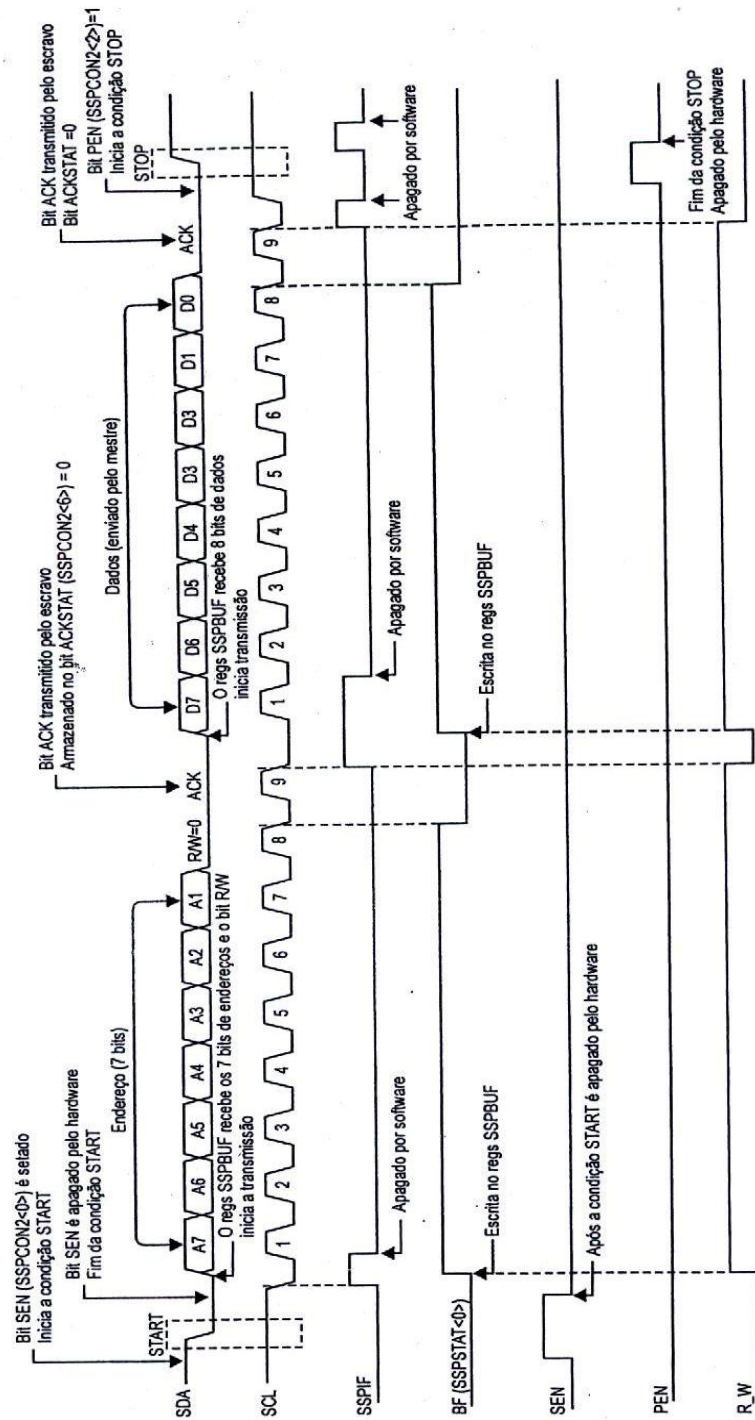

Figura 8.25: Temporização I²C modo Mestre na transmissão e endereço de 7 bits.
Depois de gerada a condição START ou Re_START, o byte a ser transmitido deve ser armazenado no registro SSPBUF e logo após, transferido para o registro de deslocamento SSPSR de onde os bits são colocados, um a um, na linha SDA. No momento em que o registro SSPBUF recebe o dado a ser transmitido, é acionado o circuito gerador de clock. Para cada bit transmitido é produzido um ciclo de clock, de forma que são necessários oito ciclos de clock para a transmissão de um byte. Nesse instante, o bit BF SSPSTAT<0> é setado (e se mantém assim até o oitavo pulso de clock quando é apagado pelo hardware), o bit R/W também é setado indicando transmissão em progresso (mantendo-se assim até o final do nono pulso de clock, ou seja, até a recepção do pulso ACK, sendo automaticamente apagado por hardware). Ver **Figura 8.25**.
- D) O byte a ser transmitido, endereço do periférico com o qual desejamos nos comunicar (escravo), deve ser armazenado no registro SSPBUF<7:1> e após transferido para o registro de deslocamento SSPSR para então ser enviado ao barramento através da linha SDA. O bit 0 é R/W = 0. Ver **Figura 8.25**.
- F) No mesmo instante em que o registro SSPBUF recebe o dado a ser transmitido, o bit BF (SSPSTAT<0>) é setado e se mantém assim até a transmissão do oitavo bit (7 bits de endereço + bit R/W) ou oitavo pulso de clock, quando é automaticamente apagado pelo hardware (BF = 0). Ver **Figura 8.25**.
- H)** Se for necessário transmitir um novo byte, o processo é reiniciado no **ítem II) (A)**. Para interromper a transmissão, uma condição de STOP deve ser gerada. Isto é conseguido setando o bit PEN (SSPCON2<2>).
- A **Figura 8.25** mostra o diagrama de tempo I²C modo Mestre com transmissão de um byte com endereçamento de 7 bits.
A sub-rotina seguinte pode ser usada para transmitir um byte de dados, cuja temporização é vista na **Figura 8.25**. Com adaptações, pode transmitir mais bytes. O byte de dados a ser transmitido deve ser armazenado no registro